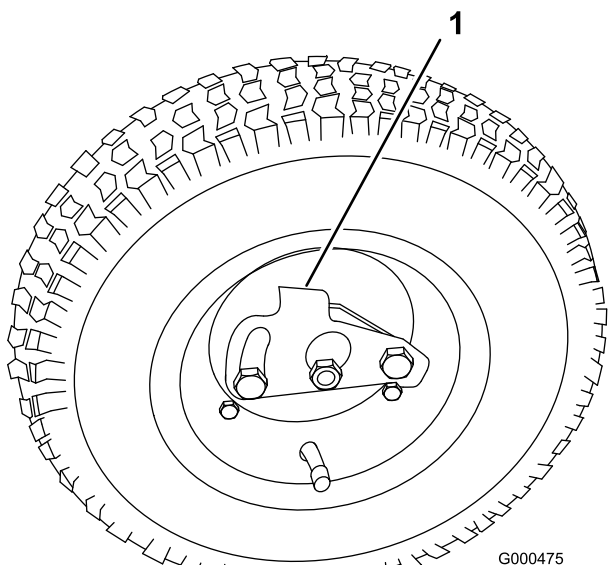

Figura 10
2. Empurre o dispositivo de bloqueio da roda para o centro da roda e deslize a roda na direcção do veio hexagonal (Figura 10).